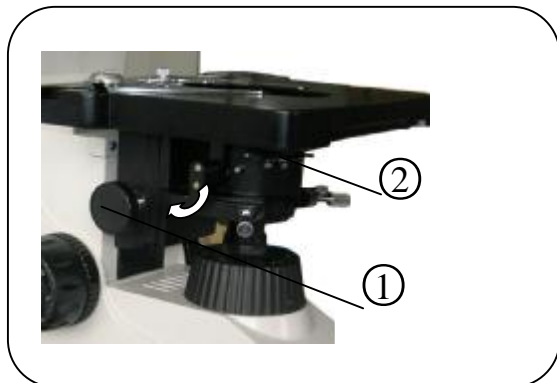

Fig. 14.
7. Ajuste de la posición del condensador y el diafragma de apertura (Fig. 14)